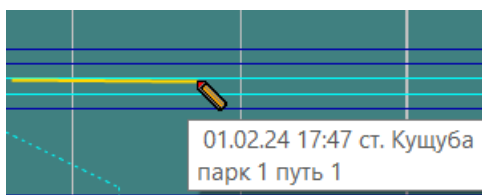

Рис.105. Рисование стоянки
8. Для рисования стоянки первое и второе указание «мыши» нужно сделать на одном и том же станционном пути с разными временами (см. рис. 105).